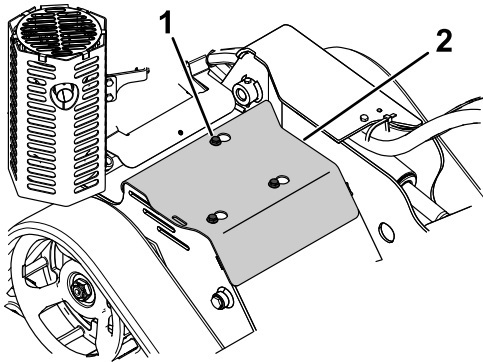

Bild 19
3. Lösen Sie die 3 Schrauben, mit denen die Abdeckplatte am Rahmen befestigt ist, bis die Abdeckung nicht mehr befestigt ist (Bild 19).
1. Schraube (3)
5. Schieben Sie die Abdeckplatte in die richtige Stellung und befestigen Sie diese mit den drei vorher gelösten Schrauben, um die Abdeckplatte vor dem Einsatz der Maschine zu montieren (Bild 19).